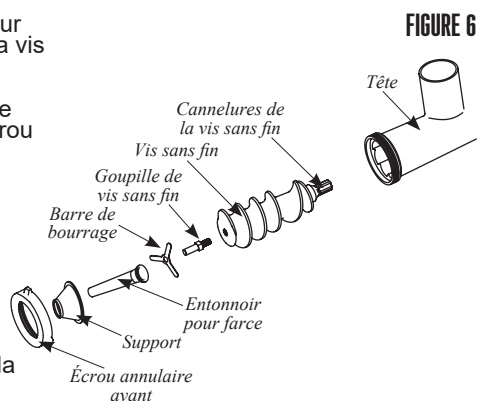

FIGURE 6
3. Insérer la vis sans fin sans fin fixé sur la tête (**FIGURE 6**). Aligner les cannelures de la vis sans fin à l'arbre d'entraînement du hachoir.